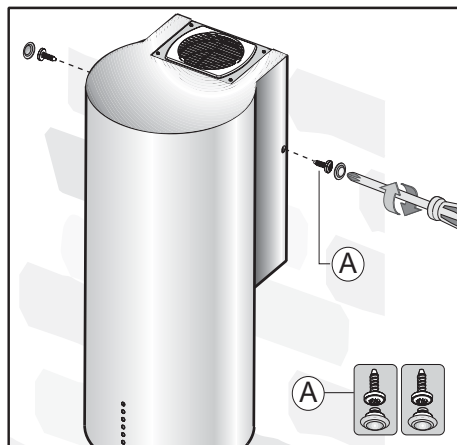
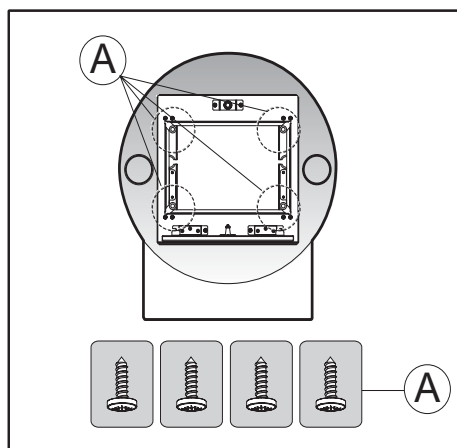

Fig.12
Fig.13
- Fissare, prima le viti laterali **D** della scocca collegata alla struttura sottostante, indicate nella fig. 12, poi le viti **A** della parte inferiore della cappa indicate nella fig.13.